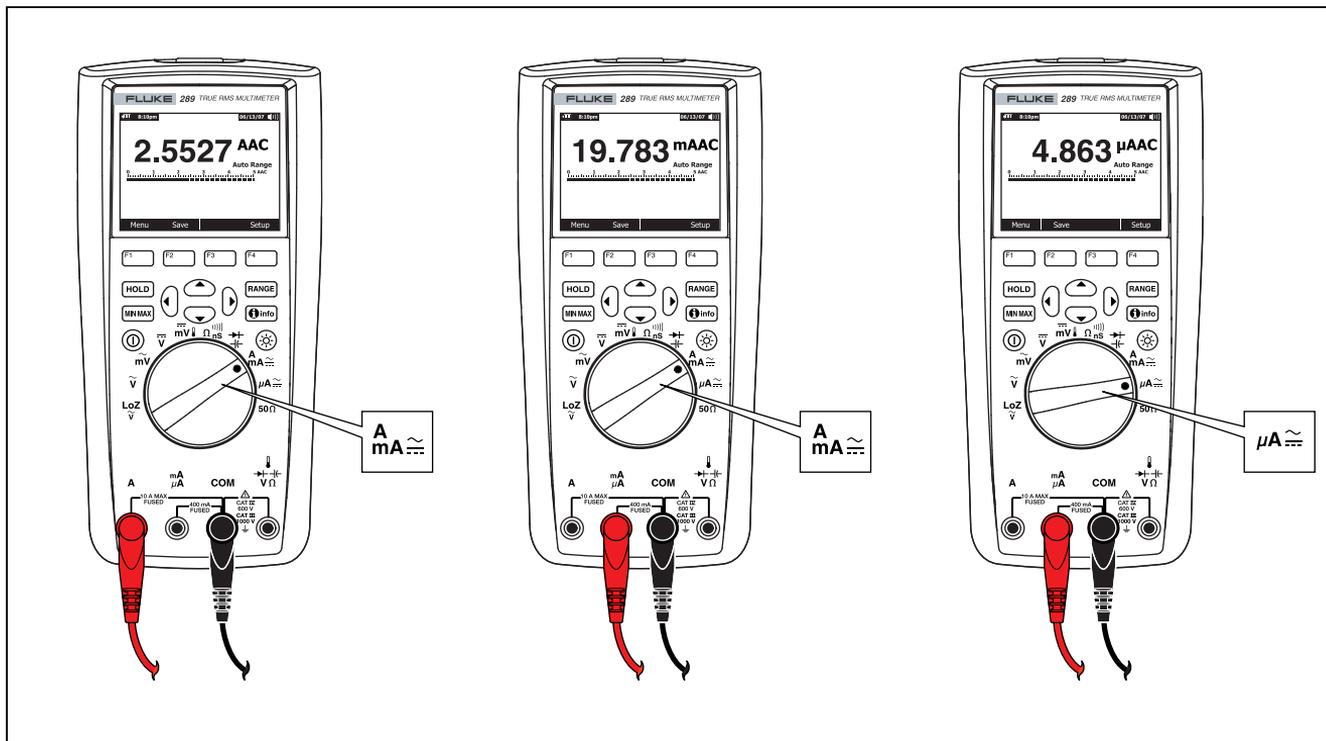

Figura 21. Configuração para medição de corrente
3. Se usar o terminal A, coloque o botão seletor na posição **mA**. Se usar o terminal mA/μA, coloque o botão seletor na posição **μA** para correntes abaixo de 5000 μA (5 mA), ou em **mA** para correntes acima de 5000 μA. Para saber mais sobre a seleção de funções e as conexões das pontas de prova, veja a Figura 21. Para obter informações sobre alertas emitidos pelo multímetro quando os terminais não são usados corretamente nas medições de corrente, veja a seção “Recurso de alerta de entrada”.